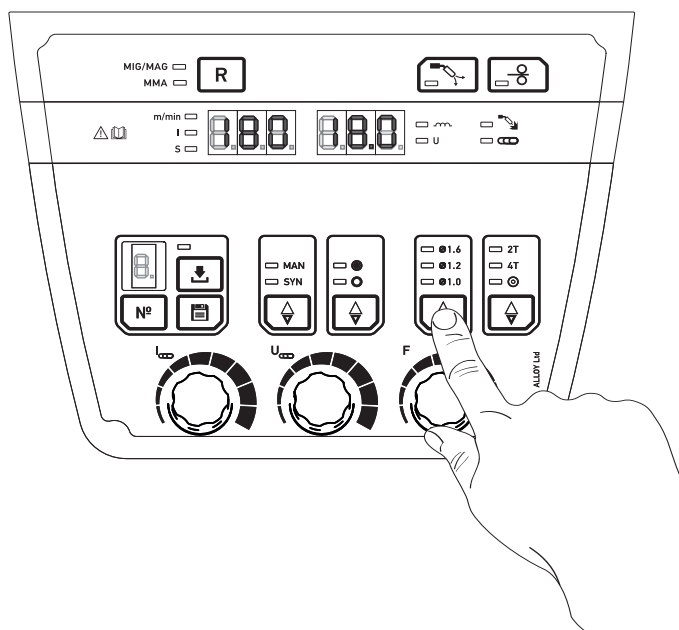

рис. 6.3
6.2.2. Кнопкой 9 выбрать диаметр сварочной проволоки (рис.6.3). Нажатием кнопки переключателя загорается соответствующий индикатор 8.